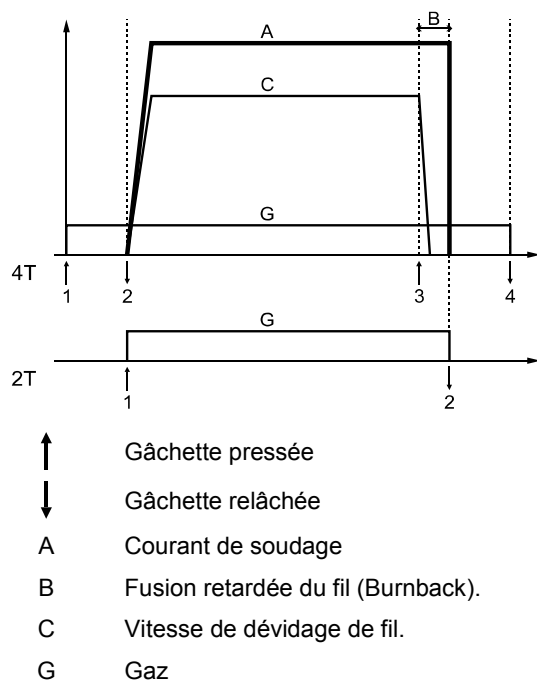

Figure 9.
20. **Interrupteur Mode Pistolet** : permet la sélection du mode pistolet 2 ou 4 temps. La fonctionnalité du mode 2T/4T est illustrée à la Figure 9.